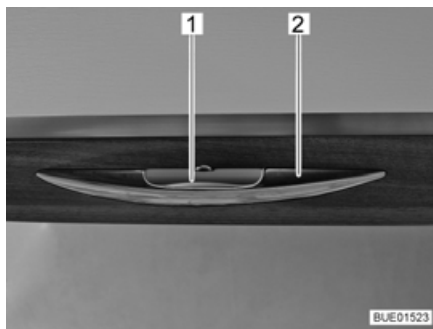

Bild 47 Möbelklappe mit Entriegelungsgriff
- Entriegelungsgriff (Bild 47,1) drücken und gedrückt halten.
- Am Griff (Bild 47,2) ziehen, bis die Möbelklappe offen ist.